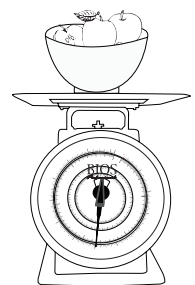

Figure 3
4. Lorsque l'aiguille du cadran est immobile, vous aurez le poids du second article (figure 3)